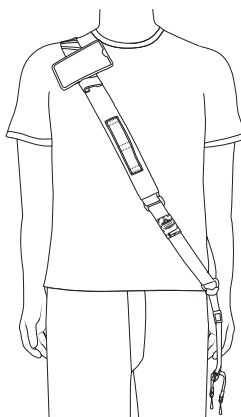

FIG. 6
1. Place the barcode scanner sash lanyard over your head and onto your right or left shoulder [fig. 6]. The ID badge holder should always sit near the chest when wearing.
1. Coloque la cinta con cordón de seguridad para escáner de códigos de barras sobre su cabeza y su hombro derecho o izquierdo [fig. 6]. El espacio para portar la identificación siempre debe quedar cerca de su pecho cuanto tenga puesta la cinta.
1. Passez la bandoulière de lecteur de code-barres au-dessus de votre tête et sur votre épaule droite ou gauche [fig. 6]. Le porte-badges d'identification doit toujours se situer près de la poitrine.